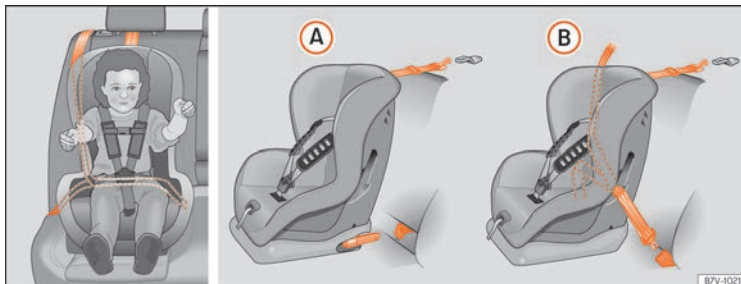

Fig. 38 En los asientos traseros: posibles montajes del asiento para niños.
La ilustración »» fig. 38 (A) muestra la fijación básica del sistema de retención para niños con las anillas de sujeción inferiores y el cinturón de sujeción superior. La ilustración »» fig. 38 (B) muestra la fijación del sistema de retención para niños con el cinturón de seguridad del vehículo.